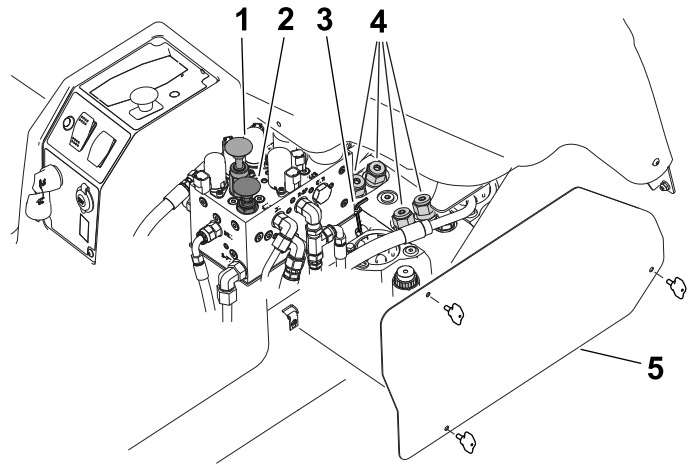

Figura 65
2. Retire el panel de acceso del lateral derecho de la consola de control (Figura 65).
**Nota:** Se suministra con la máquina una llave allen (6 mm) que está situada junto al distribuidor hidráulico (Figura 65). Utilice la llave para realizar este procedimiento.